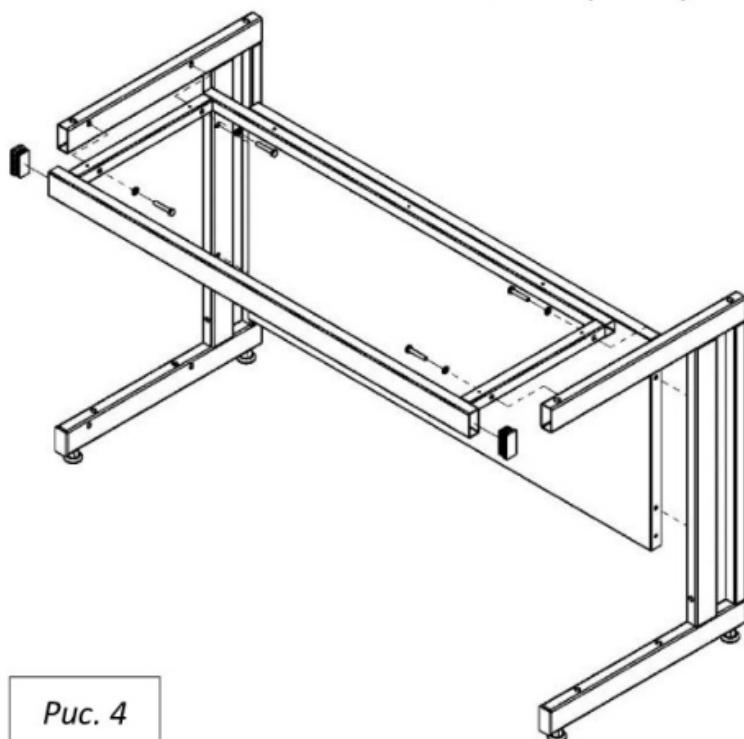

Рис. 4
4. Вставьте заглушки 60x30 в верхнюю раму каркаса (и в раму для высоких тумб, если их предполагается устанавливать) (*Рис. 4*)
5. Соедините боковины с верхней рамой и задней панелью каркаса, используя болты M8x45 (для рамы), болты M8x25 (для панели), шайбы 8 и предусмотренные в боковинах заклёпки-гайки M8 (Рис. 4)